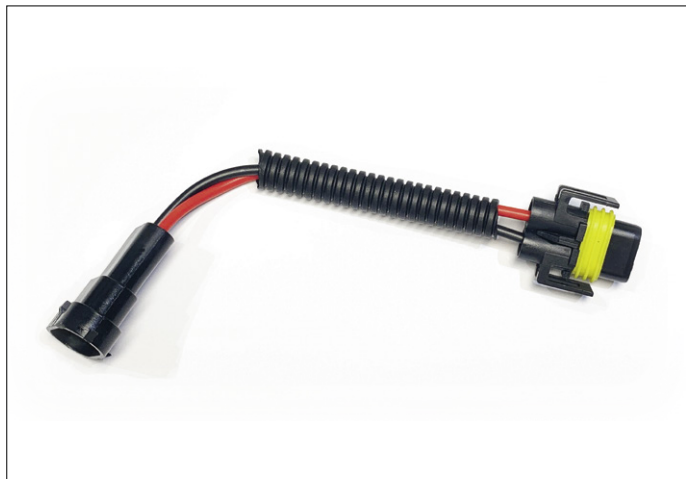

Figure 8 : Rallonge pour lampes halogènes. Les convertisseurs ont été équipés de prises et de prises correspondantes pour le branchement en boucle.
**fig. 7.** Mes tests ont montré que ce convertisseur convient, car il maintient les 13,8 V de sortie même avec des charges variables et une tension d'entrée variant de 9 à 14 V. Au près d'une autre source, j'ai aussi commandé deux rallonges H11 (**fig. 8**) à 2 €/pièce, à couper au milieu pour les souder aux convertisseurs. Comme les 13,8 V réduiraient de moitié la durée de vie des ampoules, j'ai décidé de réduire un peu la tension avec une diode Schottky. Montées en série avec la sortie, les diodes de 15 A des anciennes alimentations de PC font chuter la tension de 0,4 V. Mes mesures l'ont confirmé : sur la lampe halogène, je relève pile 13,4 V. Va comme ça.